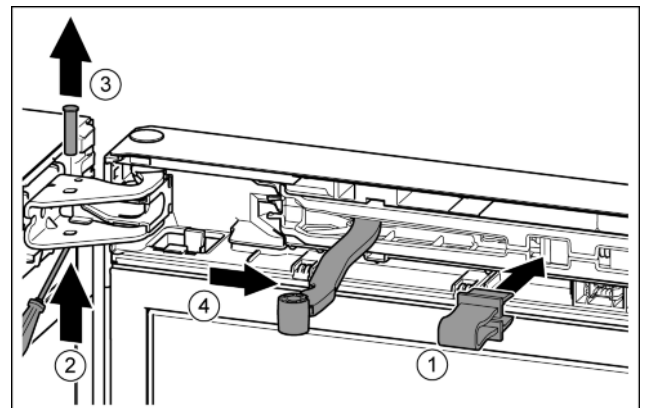

Fig. 8
- Sicherung in Öffnung einrasten. *Fig. 8 (1)*
- Bolzen mit Schraubendreher herauschieben. *Fig. 8 (2)*
- Bolzen nach oben herausnehmen. *Fig. 8 (3)*
- Gelenk in Richtung Tür drehen. *Fig. 8 (4)*